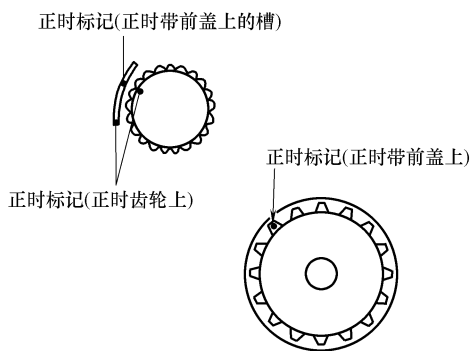

图 31-58 对准各个正时标记
3) 把各个正时齿轮上的正时标记和前壳上的标记对准, 如图 31-58 所示。